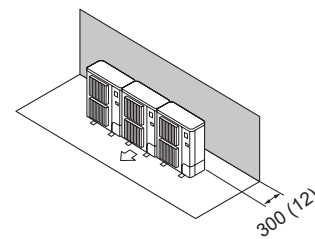

Fig. 2-12
(1) Obstáculos sólo en la parte trasera (Fig. 2-12)